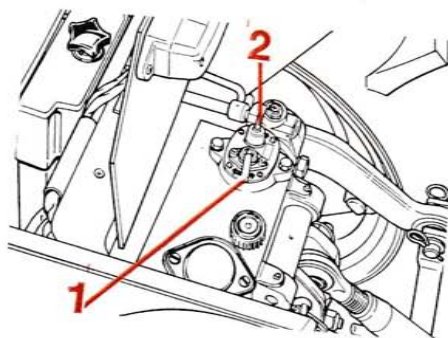

Fig. 21
En tournant le levier (2) fig. 21 dans le sens de la flèche « + », on augmente la vitesse de descente et inversement en faisant tourner le levier dans le sens « - » on diminue la vitesse de descente de l'outil.
Dans le cas d'outils lourds, il peut être nécessaire de régler la vitesse de descente en agissant sur le levier (2) fig. 21.